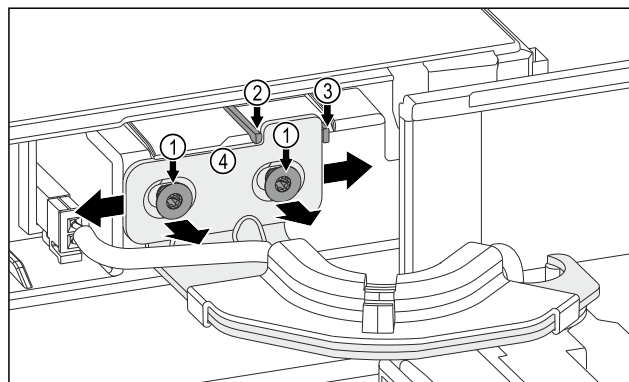

Fig. 11
- ▶ Poluzować obydwie śruby Fig. 11 (1).
- ▶ Przesunąć drzwi w prawo: Wyjąć bolec zabezpieczający Fig. 11 (3).
- ▶ Przesunąć drzwi w lewo: Wyjąć bolec zabezpieczający Fig. 11 (2).
- ▶ Pozycja krańcowa drzwi jest osiągnięta: Dokręcić obydwie śruby Fig. 11 (1).